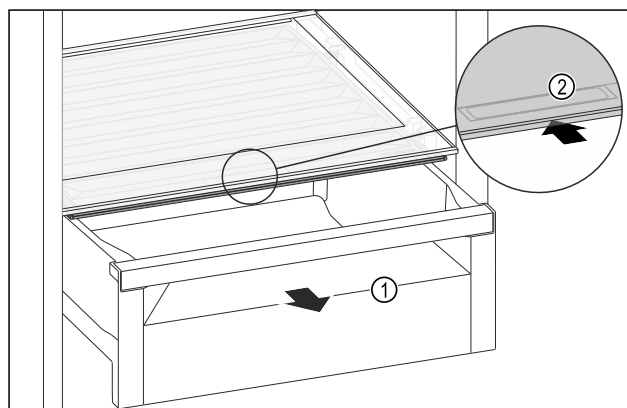

Fig. 109
- Húzza ki a fiókot Fig. 109 (1).
- Fogja meg a süllyesztett fogantyút Fig. 109 (2) a rekeszfedélen, és ezzel egy időben tolja hátra a rekeszfedélet.